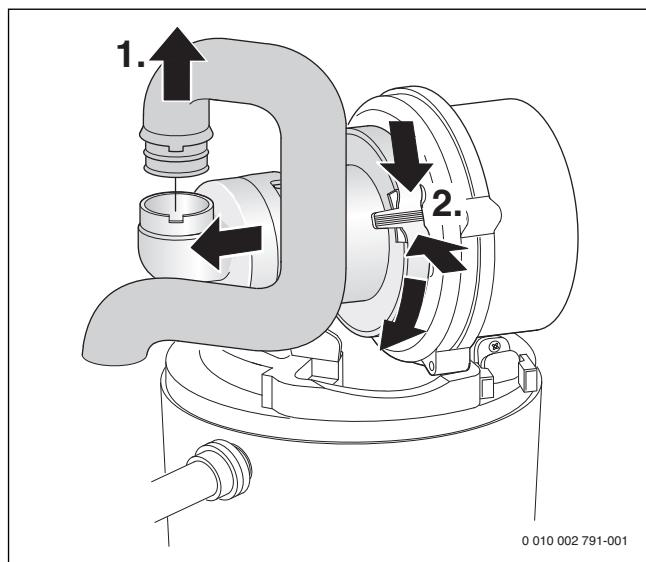

Рис. 56 Демонтаж всасывающей трубы и смесительного устройства
- ▶ Демонтируйте смесительное устройство ( $\rightarrow$  рис. 56).